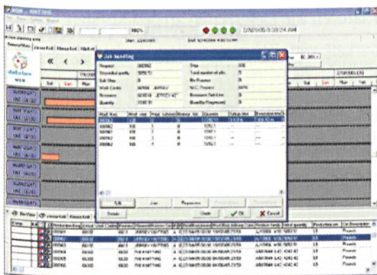

Abb. 3: Aufteilen eines Auftrags auf mehrere Maschinen
- das Aufteilen eines Auftrages auf mehrere Maschinen (Abb. 3)